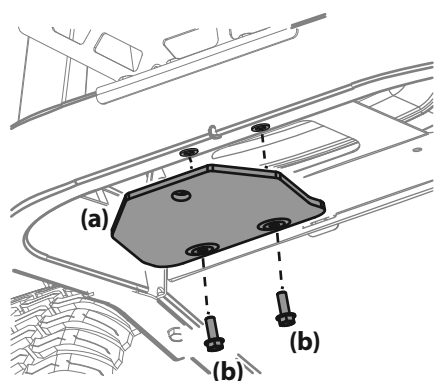

Figura 2
1. Ubique el Enganche (a) e instálelo en la parte trasera del bastidor con los dos tornillos de arandela hexagonal (b) proporcionados. Consulte la Figura 2.